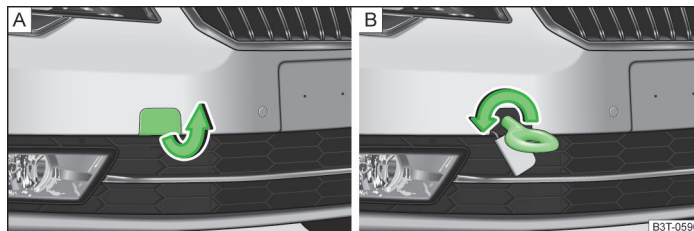

Fig. 187 Paragolpes delantero: desmontaje de la caperuza protectora / montaje de la argolla de remolque
- Sacar la caperuza protectora del paragolpes delantero » fig. 187 - A.
- Atornillar la argolla de remolque hacia la izquierda hasta el tope » fig. 187 - B, y tirar de ella lo más firmemente posible. Para fijar la argolla recomendamos utilizar p. ej. la llave para rueda, la argolla de remolque de otro vehículo u otro objeto parecido que se pueda pasar por la argolla.